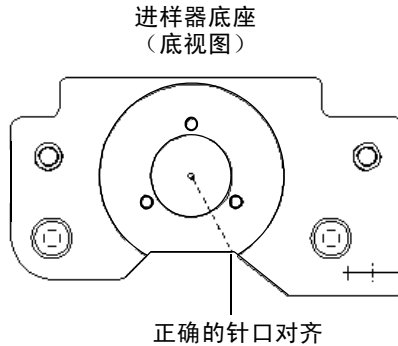

图 7-16 对齐针口
6. 检查针口方向。确保针口朝向密封包的出口（红色）管路（图 7-16）。